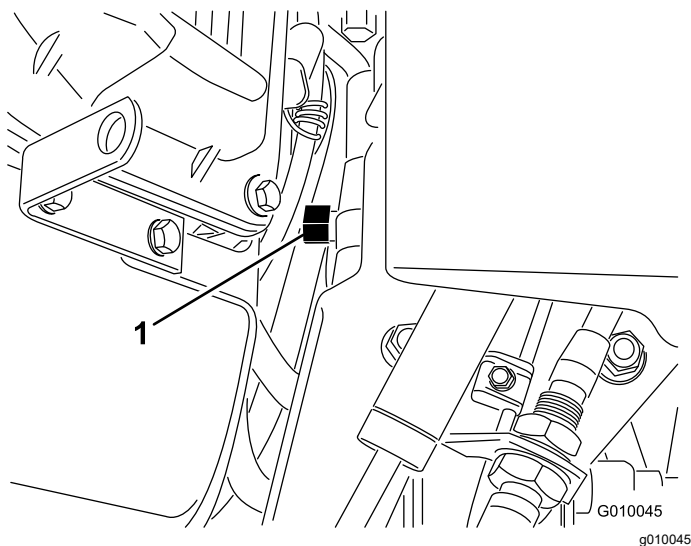

Figura 29
2. Individuate la valvola di bypass tra il motore e la pompa idrostatica (Figura 29).
3. Con una chiave da 5/8" fate compiere 1 giro in senso antiorario alla valvola di bypass. Ciò consente al fluido idraulico di bypassare la pompa, consentendo alle ruote di girare (Figura 29).
5. Per utilizzare nuovamente la macchina, ruotate la valvola di bypass in senso orario di 1 giro (Figura 29).